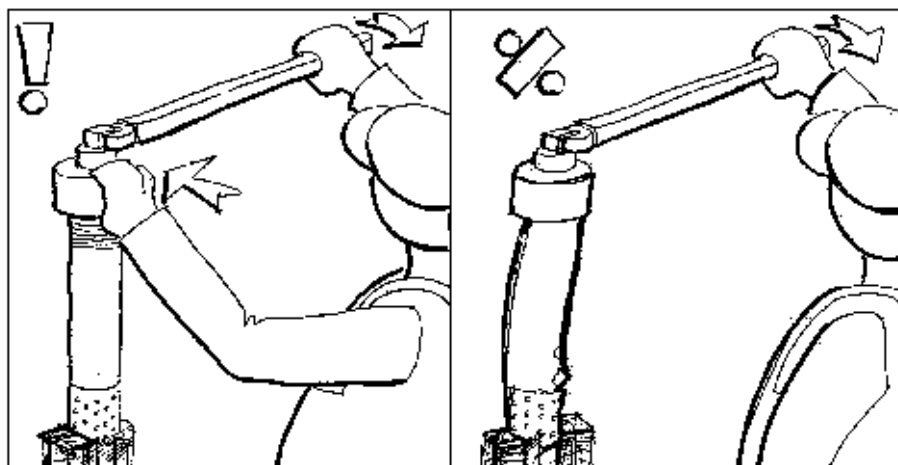

Рис. 1 Приложение противодействующего усилия при ослаблении насоса
- При отсоединении насоса от двигателя и снятии напорной камеры необходимо с осторожностью приложить к насосу противодействующее усилие. См. рис. 1. Таким образом предотвращается повреждение, изгиб или скручивание деталей насоса.
- При сборке напорной камеры с насосом и насоса с электродвигателем, а также при затягивании соединений необходимо прикладывать к насосу противодействующее усилие. См. рис. 1. Таким образом не допускается повреждение, изгиб или скручивание деталей насоса.